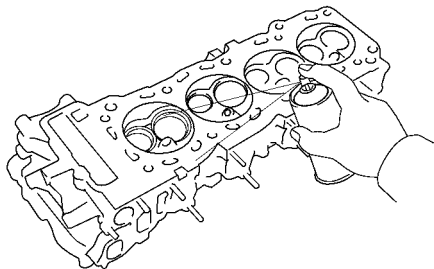

图 1-30 检查气缸盖是否有裂纹
(7) 检查气缸盖是否有裂纹。使用着色渗透剂，检查燃烧室、进气和排气口，气缸盖表面和气缸盖顶部有无裂纹，如图 1-30 所示。